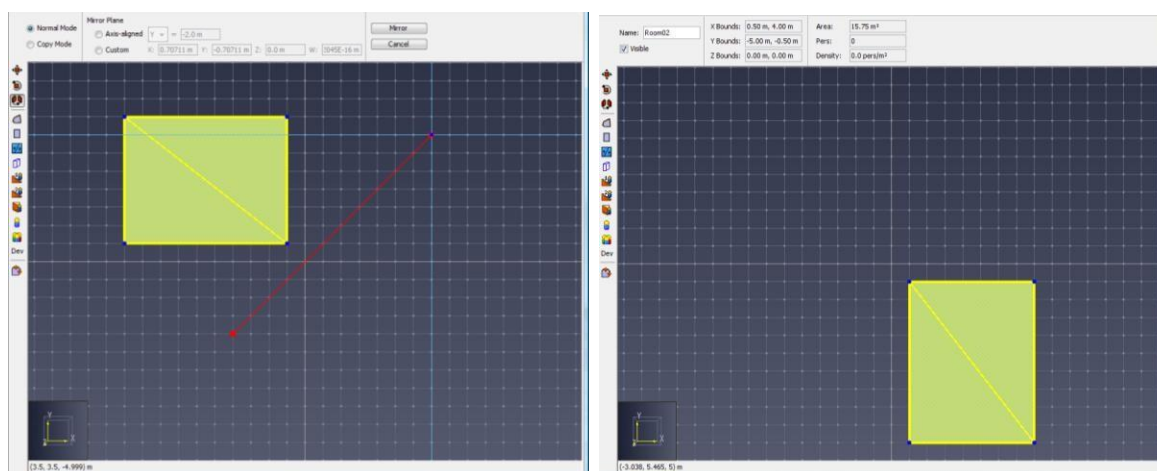

Figure 9.8 : mettre un objet en miroir
- f. **Graphiquement** : cette manipulation est plus facile à réaliser dans l'une des vues 2D. Le plan de mise en miroir est toujours perpendiculaire au plan de vue de la caméra. Deux clics de souris sont nécessaires pour définir le plan, car ils indiquent deux points de ce plan. Les étapes à suivre pour mettre en miroir graphiquement des objets sont présentées à la figure 9.8.